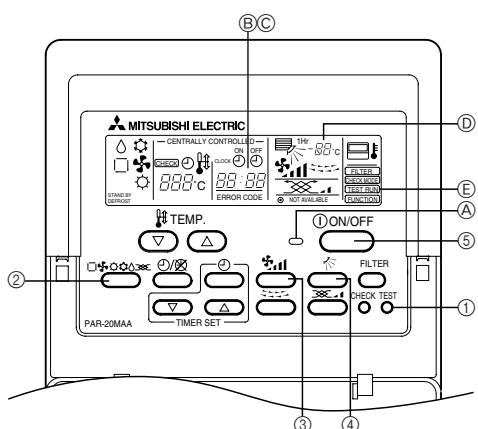

Fig. 6-1
⑩ Δέκτης (Μόνο στο PLP-6AALM)
6. Δοκιμαστική λειτουργία (Fig. 6-1)